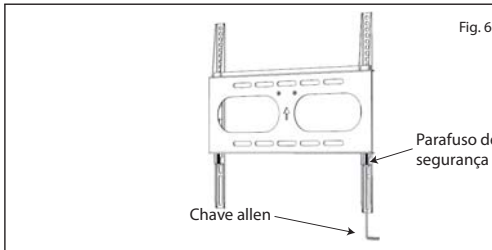

Fig. 6
4. Com o auxílio da chave allen fornecida junto com o suporte fixe os parafusos de segurança que estão posicionados nas hastes verticais do suporte para proporcionar maior segurança na montagem e evitar que o televisor possa ser desancado acidentalmente da base fixada na parede. (veja Fig. 6)